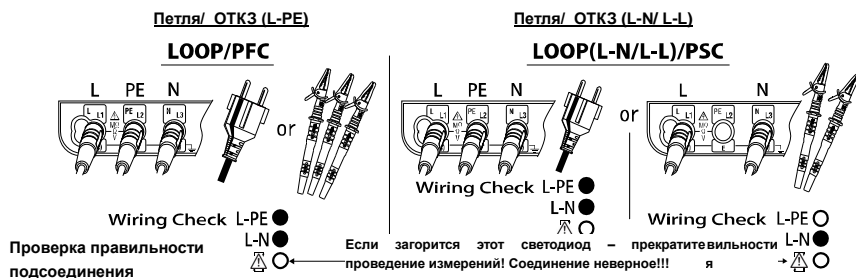

Рис.29
(2)Вставьте измерительные щупы в прибор. (Рис.29)
После подсоединения, убедитесь, что светодиоды проверки правильности подсоединения горят так, как показано на Рис. 29. и только после этого нажмите кнопку проведения измерений.
Если светодиоды правильности подсоединения горят не так, как показано на Рис. 29 или на ЖКИ горит символ $\text{⚡} \text{○}$, НЕ ПРОВОДИТЕ ИЗМЕРЕНИЙ, ПОСКОЛЬКУ ПОДСОЕДИНЕНИЕ НЕ ВЕРНОЕ. Следует провести проверку и устранить причины.